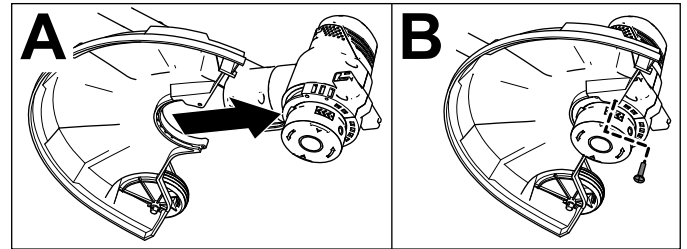

Figuur 3
1. Lijn de groef van de handgreep uit met de groef van de hulphandgreep en schuif de hulphandgreep op de handgreep (A in Figuur 3).
2. Klik deze op zijn plaats (B in Figuur 3).